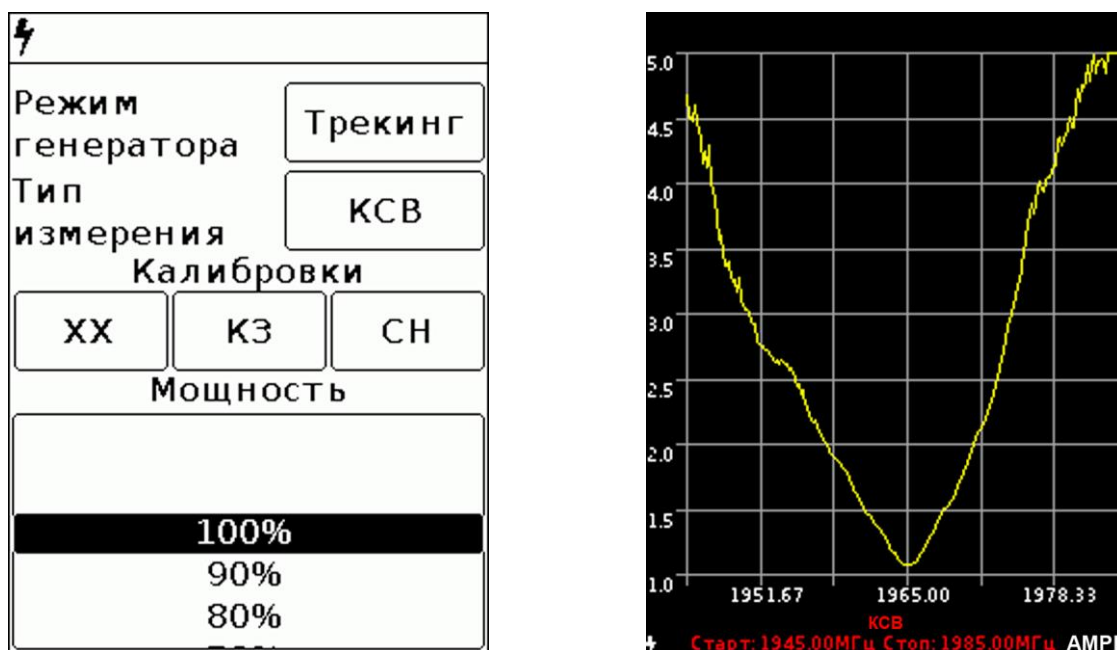

Рисунок 8.4.6 – Измерения коэффициента стоячей волны
8.4.4.1. Для измерения коэффициента стоячей волны выберите режим работы генератора «Трекинг» и тип измерения **КСВ** (Рисунок 8.4.6). График будет отображен с вертикальной осью в виде числового коэффициента стоячей волны. На горизонтальной оси отображается заданный диапазон частот сигнала.